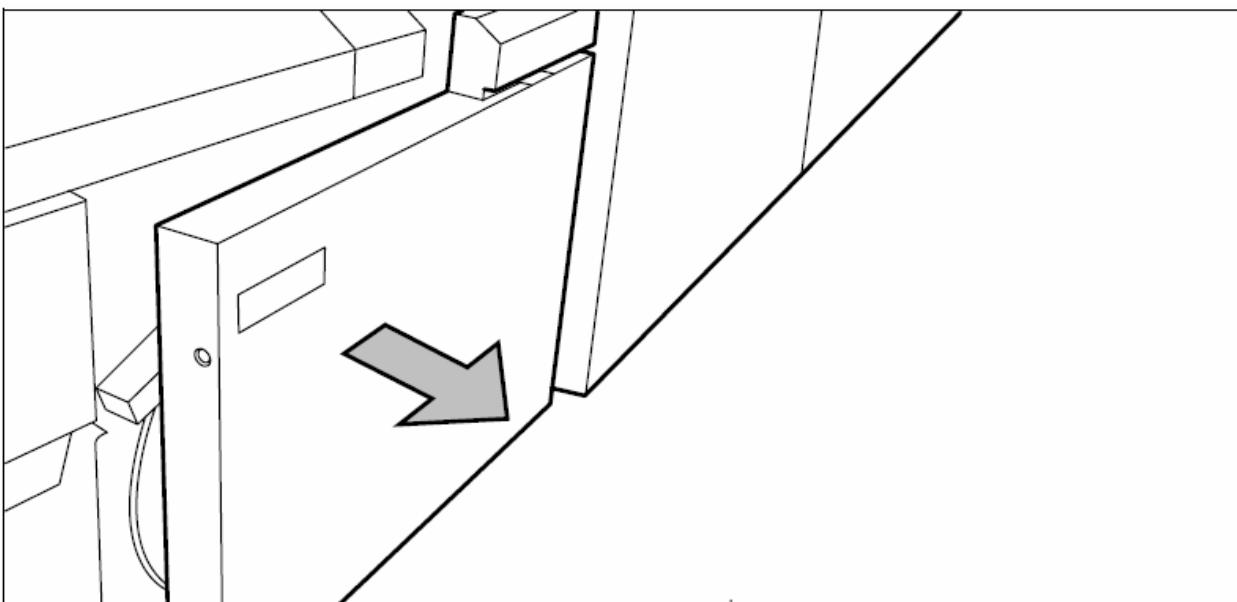

Рисунок 148: Открывание передней дверцы модуля окантовки
3. Откройте переднюю дверцу модуля окантовки (смогите рисунок 148).